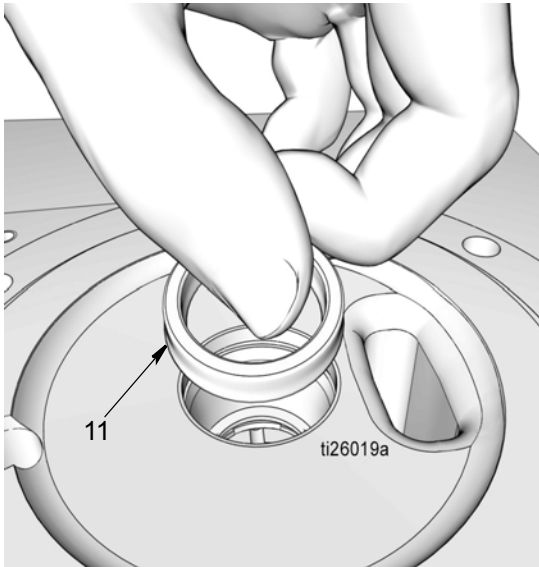

FIG. 33
- d. Monte la junta (11). Asegúrese de que los rebordes de la junta estén orientados hacia abajo como se observa en FIG. 33.